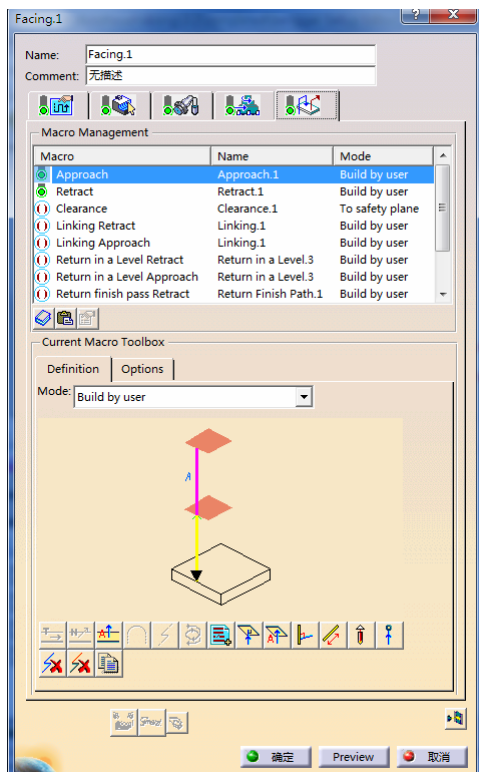

图 3-141 设置“Approach”参数 (6)
- 在“Macro Management”区域的列表框中选择“Approach”，单击鼠标右键，在弹出的快捷菜单中选择 Activate 命令，在“mode”下拉列表中选择“Build by user”，单击按钮，设置“Approach”参数（6）如图 3-141 所示。